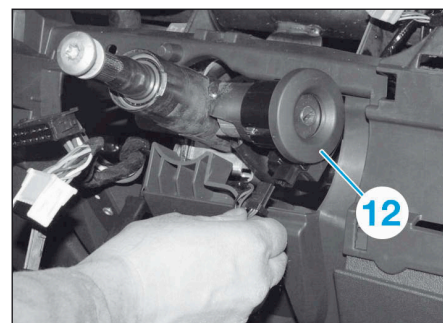

FIG.19
- Débrancher le connecteur (Fig.19).
- Déposer l'antenne de transpondeur (12).